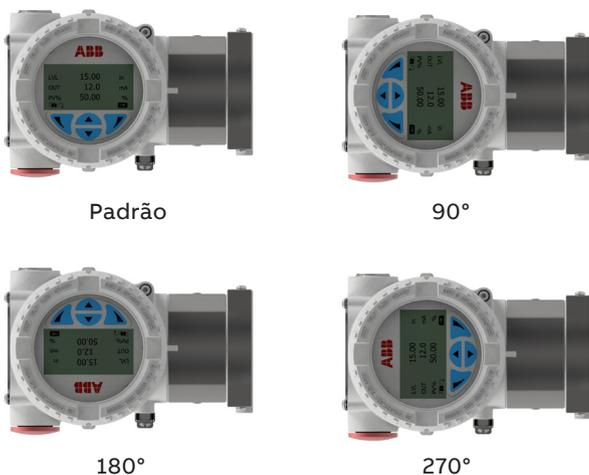

Figura 16 Tampa frontal com janela e visor HMI
- Isso permite rotações de + 90° ou + 180° (ver Figura 16).